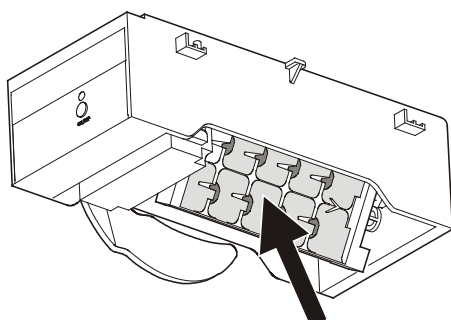

Figura 25
- A continuación, debe vaciarse la bandeja del fabricante de hielo (**Figura 25**). Vea el capítulo "El fabricante de hielo durante las vacaciones" para obtener más información.
Si sale de vacaciones por un período largo, la cubitera del fabricante de hielo (flecha en la **Figura 25**) debe vaciarse.
La cubitera del fabricante de hielo rota hacia abajo. Cuando aparece la temperatura interior en la pantalla, la cubitera se encuentra en la posición hacia abajo (**Figura 25**) y el fabricante de hielo se apaga automáticamente.